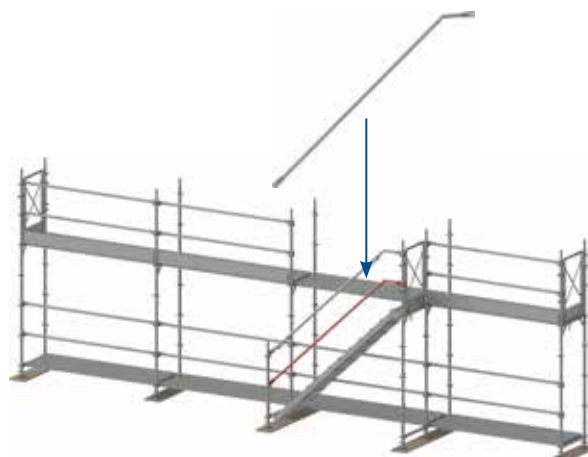

Figure 38 : Montage de la main courante d'escalier inférieure.
6. La main courante inférieure de l'escalier (n° d'article 3-171250) est fixée sur le poteau du garde-corps et le cadre en T (voir figure 38). Refermer les cliquets de garde-corps.